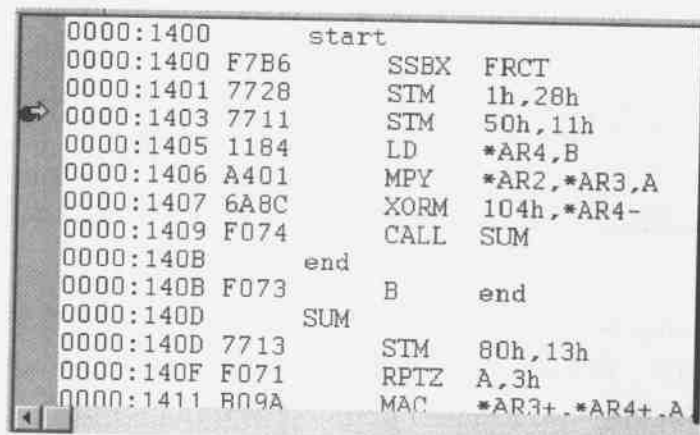
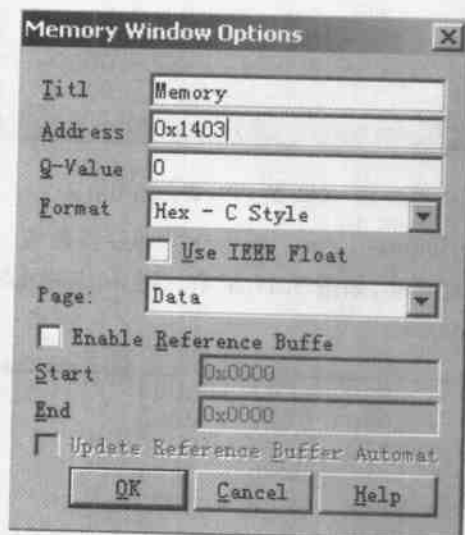

图 3.13 反汇编窗口
图 3.14 显示指定的存储器内容
(1) Disassembly 当将 DSP 可执行程序 COFF 文件载入目标系统后,CCS 将自动打开一个反汇编窗口,反汇编窗口根据存储器的内容显示反汇编指令和符号信息,如图 3.13 所示。
(2) Memory 能够显示指定的存储器中的内容。单击此命令,将显示如图 3.14 所示的对话框,在其中的 Address 框里面输入“0x1403”,则 Memory 窗口将显示出地址 0x1403 处的内容为“0x7711”,如图 3.15 所示。可以对照图 3.13 中的一行:
(3) CPU Registers→CPU Registers 显示 DSP 的 CPU 寄存器中的值。单击此命令,将显示 CPU 寄存器窗口。该窗口可以任意移动(docking),如图 3.16 所示。图 3.16 中 DSP 的 PC 寄存器的值是 0x00001403。可以对照图 3.13 中的一行:
对照图 3.13 中的一行：